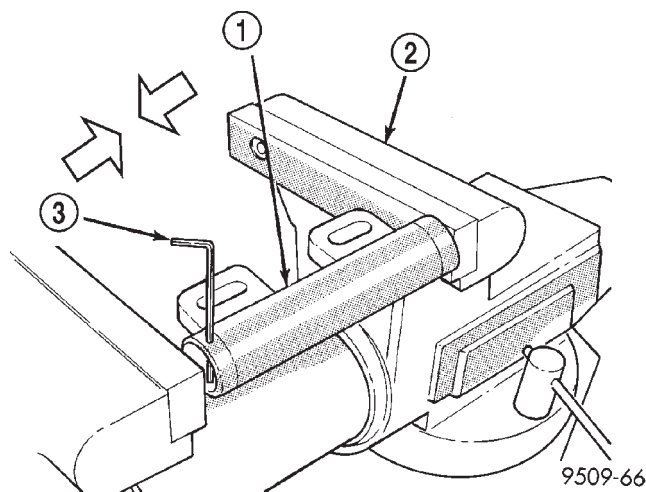

Fig. 26 RESTABLECIMIENTO DE TENSOR DE CORREA DE DISTRIBUCION
(4) Instale la correa de distribución. Comenzando por el cigüeñal, pase por la rueda dentada de la bomba de agua y a continuación alrededor de las ruedas dentadas del árbol de levas.
(5) Mueva la rueda dentada del cigüeñal al PMS para eliminar la holgura de la correa.
(6) Vuelva a fijar el tensor hidráulico, colocando el cuerpo del tensor en una mordaza equipada con mandíbulas blandas (Fig. 26). Comprima el émbolo lentamente.
(7) Comprima el émbolo hasta que pueda introducirse una llave Allen de 1,9 mm (5/64 pulg.) o un pasador a través de la carrocería y el émbolo (Fig. 26).